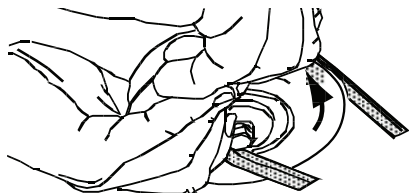

Figure 55
- Tirez sur le côté droit de la courroie et placez le côté plus étroit en forme de « V » de la courroie dans la poulie de la prise de force (Figure 55).